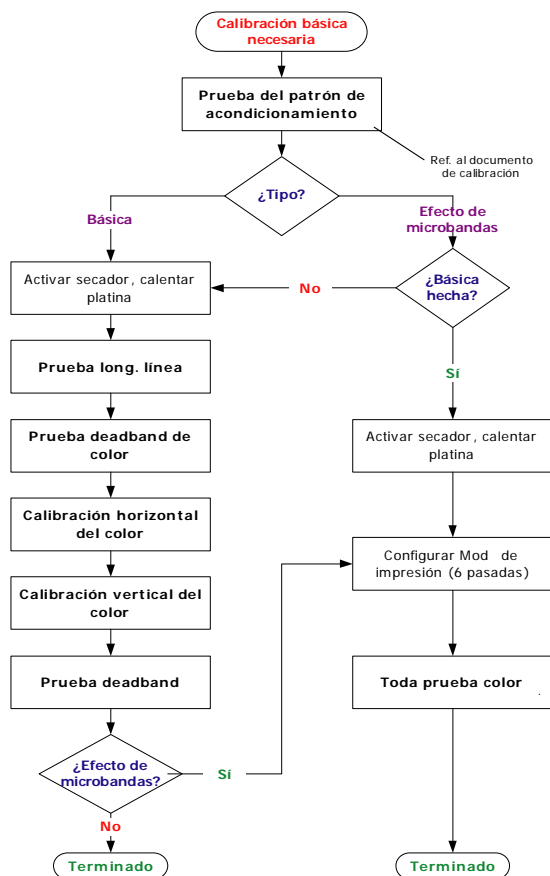

Figura 1. Tabla de flujo de calibración general
- *Para la calibración general:* use la tabla de flujo en la Figura 1.